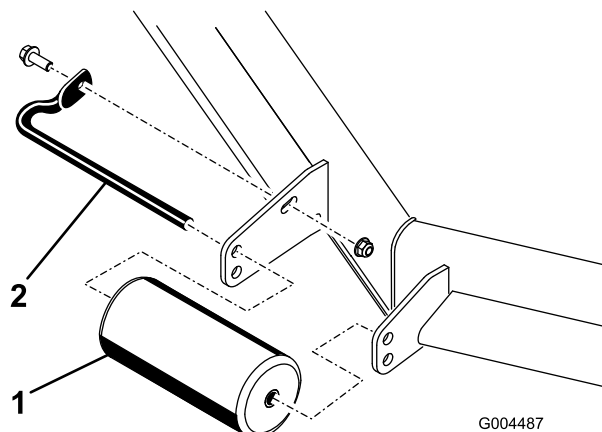

**Figure 25**
4. Choisissez le trou qui convient pour que le galet anti-scalp se trouve le plus près possible de la hauteur de coupe correspondante voulue (Figure 25).